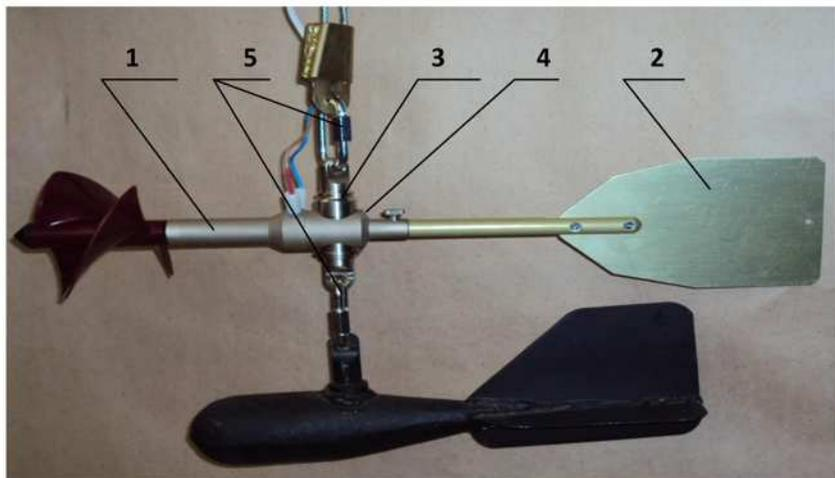

Рис. 5.5
9.2.1.2. Установить при работе с троса вертушку *1* либо непосредственно на гидрометрическом грузе *2* (см. рисунок 9.2), либо на вертлюге *3* (см. рисунок 5.5).